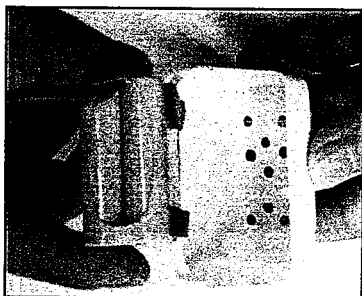

Fig. 2
2. Il y a 2 morceaux d'adhésif double-face dans la boîte de la batterie. Glissez la batterie dans la boîte et collez-la fermement sur les morceaux d'adhésif. Vérifiez que les fils et la prise de la batterie soient bien sortis de la boîte (Fig. 2).